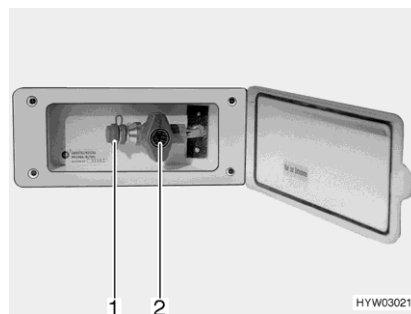

Fig. 181 Toma exterior de gas (válvula de paso de gas cerrada)
- Conectar el aparato de gas externo en el punto de conexión (Fig. 181,1).
- Abrir la válvula de paso de gas (Fig. 181,2).